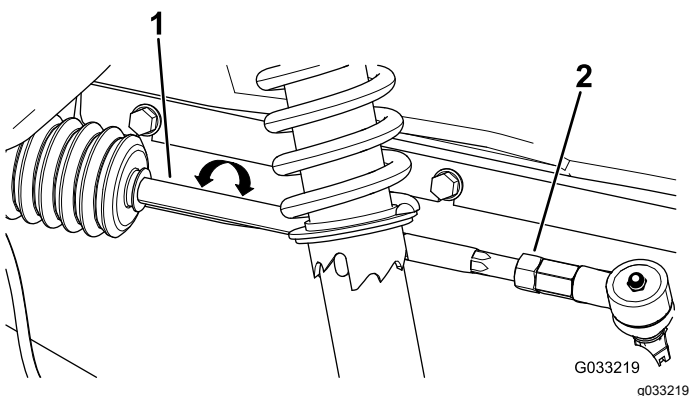

Figure 51
2. Si la mesure n'est pas comprise entre 0 et 6 mm (0 et ¼ po), desserrez les écrous de blocage aux extrémités extérieures des biellettes (Figure 51).